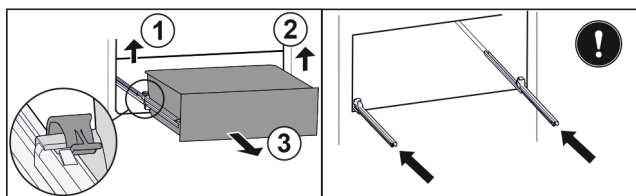

Fig. 29*
- Nadvihnite ľavú svorku a súčasne ťahajte zásuvku vľavo dopredu Fig. 29 (1).*
- Nadvihnite pravú svorku a súčasne ťahajte zásuvku vpravo dopredu Fig. 29 (2).*
- Odoberte zásuvku dopredu Fig. 29 (3).*